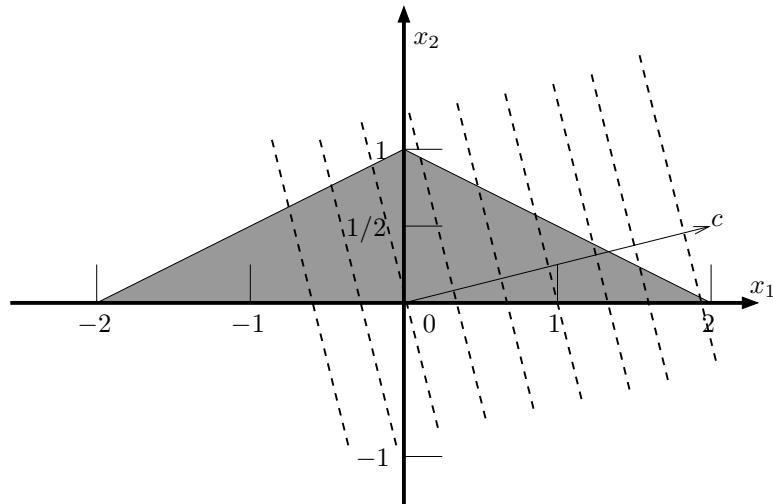

Figura 2.1: Regione ammissibile (esercizio 2.1)
**Risoluzione.** Per prima cosa, disegniamo la regione ammissibile (uguale per entrambi i problemi). Con riferimento alla figura 2.1, i primi due vincoli definiscono due rispettivi semispazi affini, corrispondenti alle rette passanti per i punti  $[2 \ 0]$  e  $[0 \ 1]$  (primo vincolo) e per i punti  $[-2 \ 0]$  e  $[0 \ 1]$  (secondo vincolo). Tenendo conto inoltre che la variabile  $x_2$  è vincolata ad essere maggiore o uguale a zero, la regione ammissibile dei due problemi corrisponde all'area (in grigio) riportata nella figura 2.1.